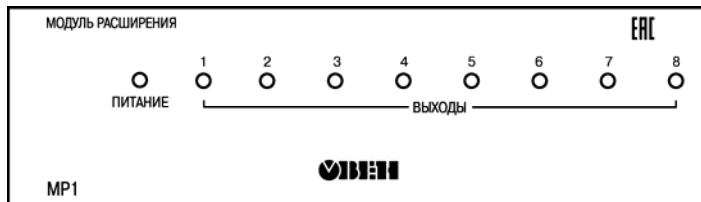

Рисунок 3.1 – Лицевая панель модуля
3.2 На лицевой панели (рисунок 3.1) расположены светодиоды: